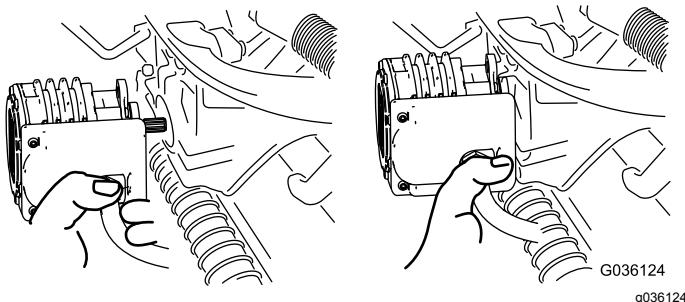

Figure 54
4. Amenez le moteur à la position de rangement sur l'avant du bras de suspension (Figure 54).